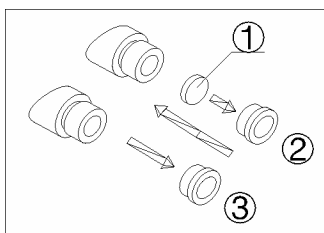

图 5
- (一) 从目镜上旋下分划板座②。(如图 5)
- (二) 清洁分划板①，将分划板有刻线的一面朝下，装进分划板座②。
- (三) 将带有分划板的分划板座②再旋进目镜座，直到旋紧为止。
- (四) 要拆卸分划板时，从目镜上旋下分划板座②，取出分划板，用干净的纸包裹后保存。